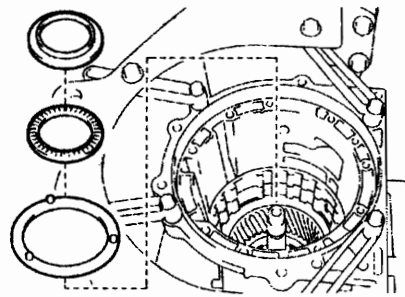
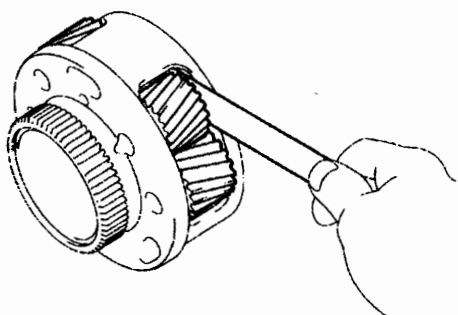

图 12-1-31
图 12-1-32
②如图 12-1-31 所示, 从前行星齿轮总成上拆下止推滚针轴承、3 号止推轴承座圈和 2 号行星轮架止推垫圈。
(40) 检查前行星齿轮总成。
①如图 12-1-32 所示, 用塞尺测量前行星机构行星齿轮止推间隙, 标准间隙为 0.20~0.60mm, 最大间隙 0.65mm。若间隙大于最大值, 则应更换前行星齿轮总成。